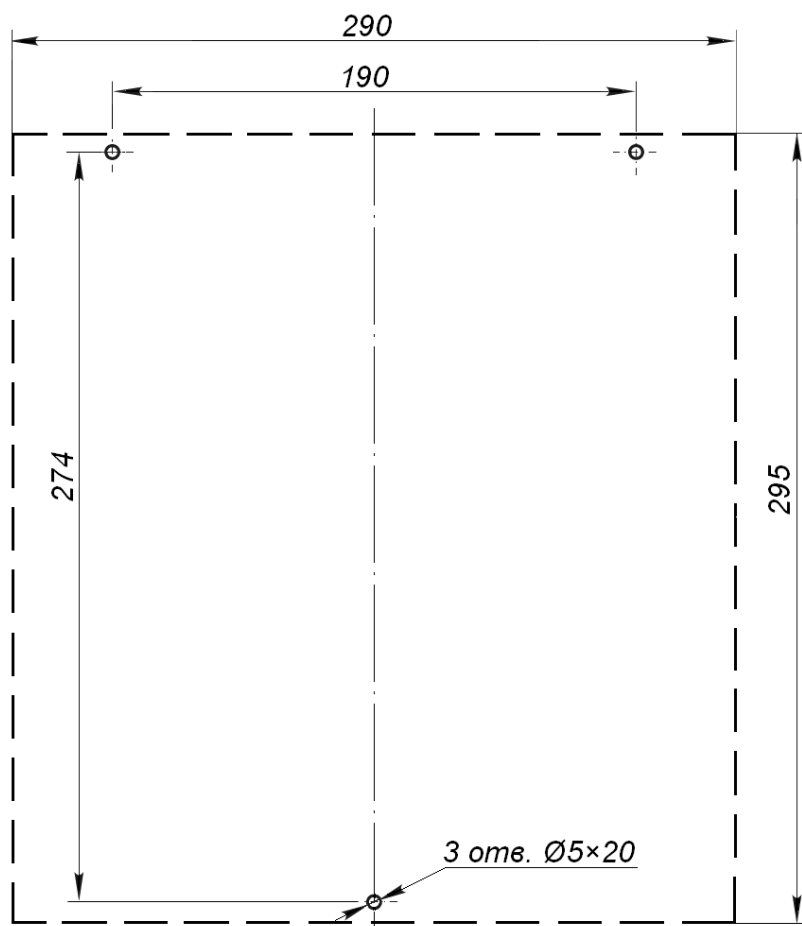

Рисунок 9. Разметка отверстий для крепления БУ на стене
5. Извлеките из коробки створку (3). Установите ее на поворотную стойку (1) в патрубки (14). Через отверстия в патрубках (14) затяните установочные винты крепления створки ключом шестигранным S5. Убедитесь, что створка (3) надежно закреплена.
6. Проверьте свободный поворот створки калитки. Для этого разблокируйте ключом (7) замок механической разблокировки (6) (см. разд. 10.1). Створка калитки должна поворачиваться рукой в обе стороны легко и равномерно. После проверки установите створку в исходное положение и заблокируйте вращение калитки ключом.
8. Выполните разметку отверстий для крепления БУ (8) на стене согласно рис. 9. Просверлите отверстия и установите в них пластмассовые дюбели из комплекта монтажных частей. Ввернув два верхних шурупа, повесьте на них БУ (8) и зафиксируйте его нижним шурупом, который защищает БУ от случайного сдергивания.